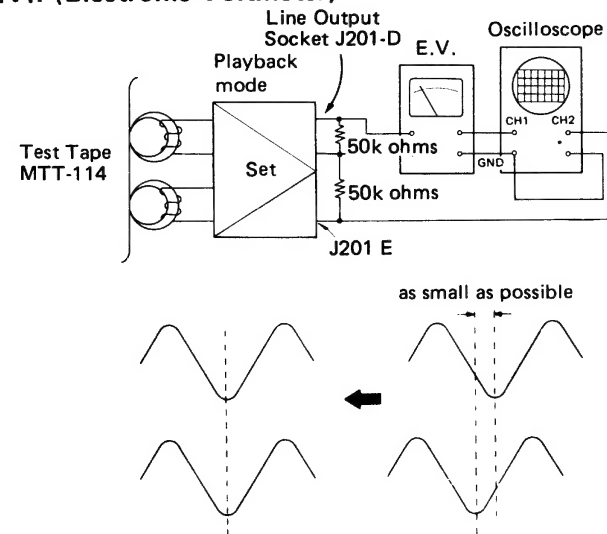

Figure 9-2
1. Connect instruments as shown in Fig. 9-2.
1. Die Instrumente gemäß Abb. 9-2. anschließen.
1. Brancher les instruments comme le montre la Fig. 9-2.